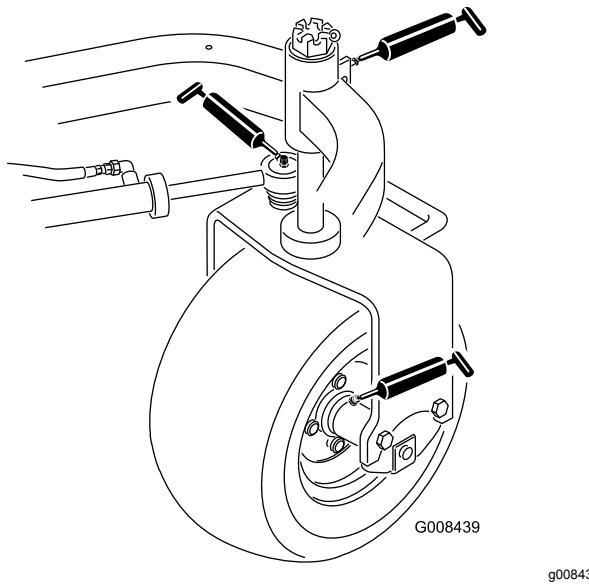

Figure 29
- Moyeu de roue arrière (1) (Figure 29)
- Roulement de roue pivotante (1) (Figure 29)
- Vérin de direction (2) (Figure 29)